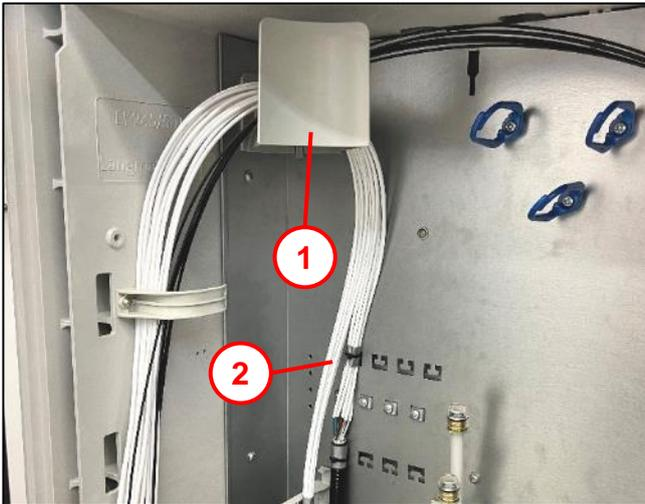
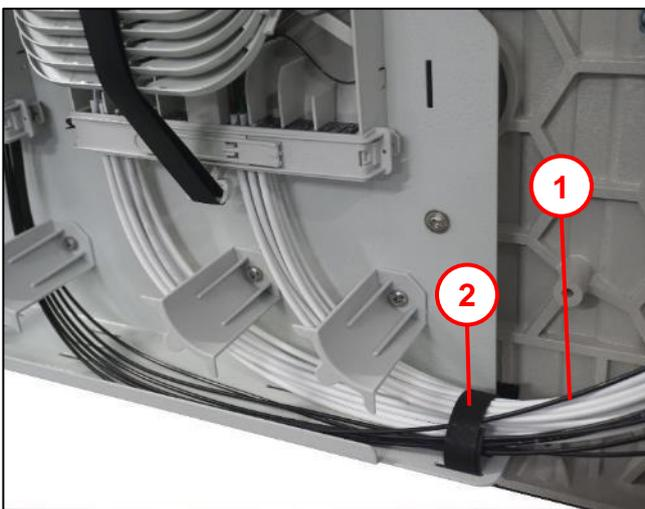

Abb. 17
Abb. 18
- Gf-Minikabel / Luftkabel (5) ca. 5mm oberhalb der Rippe abmanteln, Länge der Bündeladern (4) ca. 6m.
- Zentralelement (1) auf 70mm absetzen.
- Schutzschläuche (2) ablängen von 5mm unterhalb der Zugbügel (3) bis zur vorgeschriebenen Länge im UFMS (Kapitel 11) führen (siehe auch Abb. 17 Abb. 18).
- Schutzschläuche und Kabel mit Schaum- oder Gewebband (6) in Höhe der Kabelbinderposition umwickeln.
- Schutzschläuche **(4)** ablängen von 5mm unterhalb der Zugbügel **(5)** bis zur vorgeschriebenen Länge im UFMS (Kapitel 11) führen (siehe auch Abb. 17 und Abb. 18).